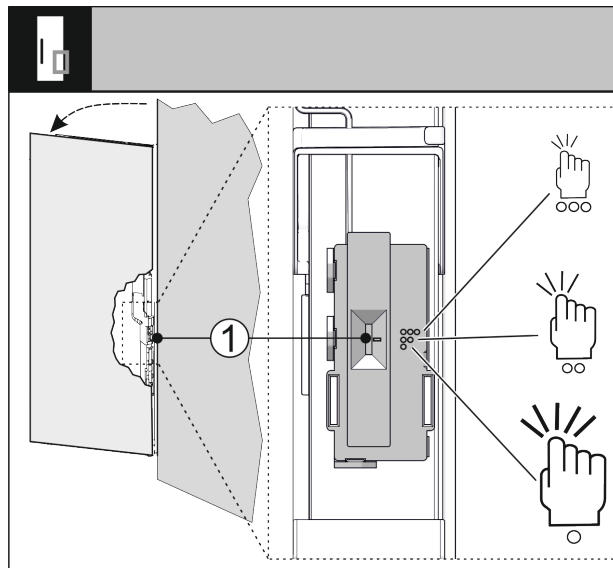

Fig. 35
Citlivost snímače klepání můžete nastavit pomocí spínače Fig. 35 (1). Spínač je na straně závěsu ve spodní třetině dveří.
- Posuňte spínač Fig. 35 (1) do požadované polohy spínače.